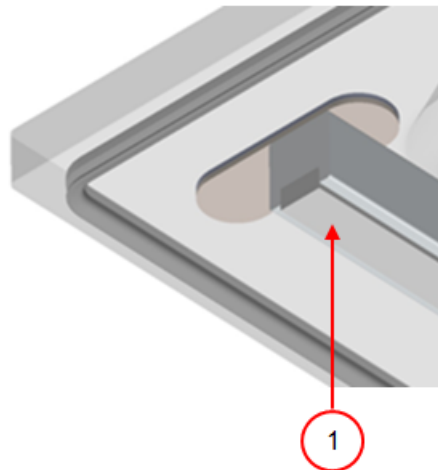

Figura 7: Sustitución de la goma de silicona de los soportes de silicona
1. Tire de la goma de silicona antigua para sacarla del soporte, consulte la *Figura 7: Sustitución de la goma de silicona de los soportes de silicona* en la página 29.